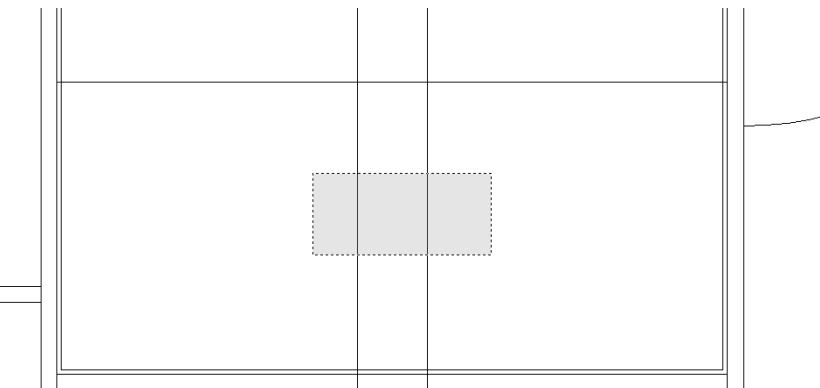

Рис. 4.59 ▼ Выделение объектов с помощью пересекающей рамки
5. AutoCAD создаст прямоугольник и завершит выполнение команды **Прямоугольник** (RECTANG). На первый взгляд, на чертеже ничего не изменится, поскольку контуры полученного прямоугольника совпадают с линиями других объектов чертежа. Давайте удалим две вертикальные вспомогательные линии, но сделаем это, не щелкая на них, а выделим их с помощью *пересекающей рамки* (crossing window). Щелкните правее правой вертикальной линии и переместите указатель мыши влево и вверх. Указатель-перекрестье исчезнет, а вместо него на экране появится штриховая рамка, внутренняя область которой будет иметь зеленый цвет (рис. 4.59).
6. Все объекты чертежа, которые хотя бы в одной точке пересекаются этой рамкой, после повторного щелчка левой кнопкой мыши будут выделены. Пересеките обе вспомогательные линии рамкой, как показано на рис. 4.59, а затем щелкните левой кнопкой мыши. Рамка исчезнет, на экране снова появится указатель-перекрестье, а обе линии станут выделенными.